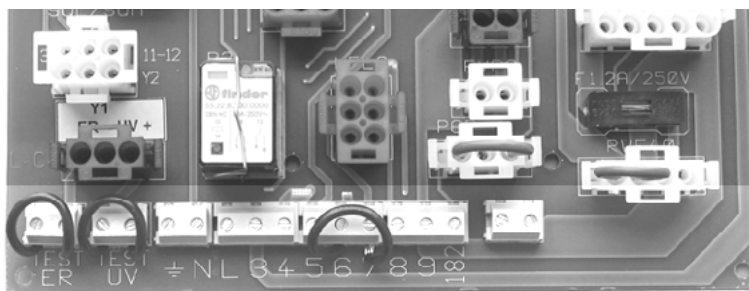
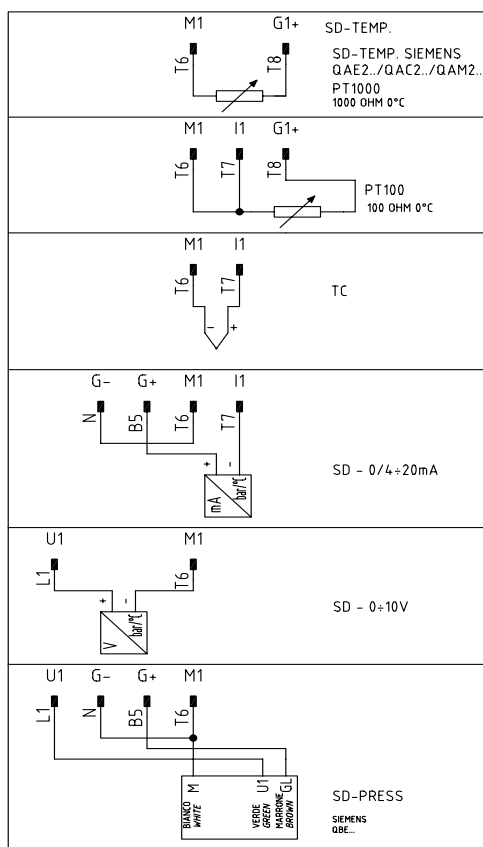

Рис. 13: Клеммник MA подключения на печатной плате
Рис. 15: Соединение датчиков
По подключениям см. клеммник на Рис. 13.
1). Подсоединить провода, относящиеся к разрешительному сигналу от котла к горелке, на следующие компоненты (Рис. 13, Рис. 15)
2). Подсоединить провода, относящиеся к разрешительному сигналу от котла к горелке, на следующие компоненты (Рис. 13, Рис. 15)